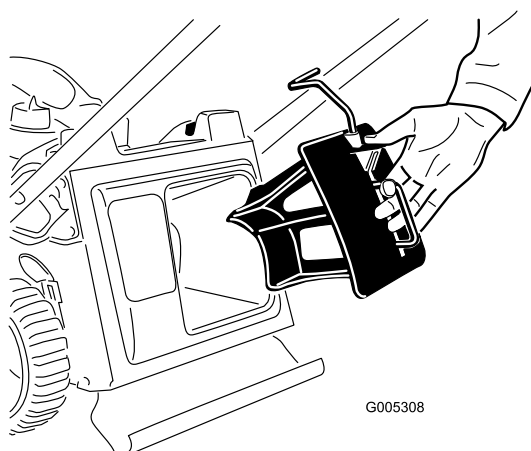

Рисунок 7
1. Если заглушка для мульчирования еще не установлена, вставьте ее в газонокосилку (Рисунок 7).